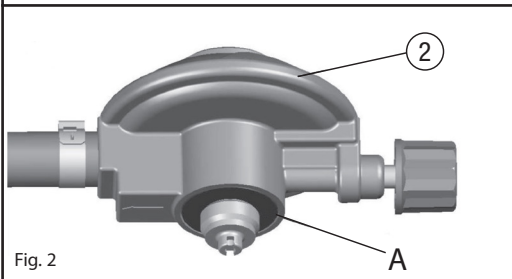

Fig. 2
- Compruebe la presencia y el buen estado de la junta de estanqueidad «A» que se encuentra en el enchufe de salida del regulador (2) (fig. 2) antes de fijar el recipiente de gas. No utilice el hornillo sin la junta o si la junta está deteriorada: llévelo al servicio técnico.